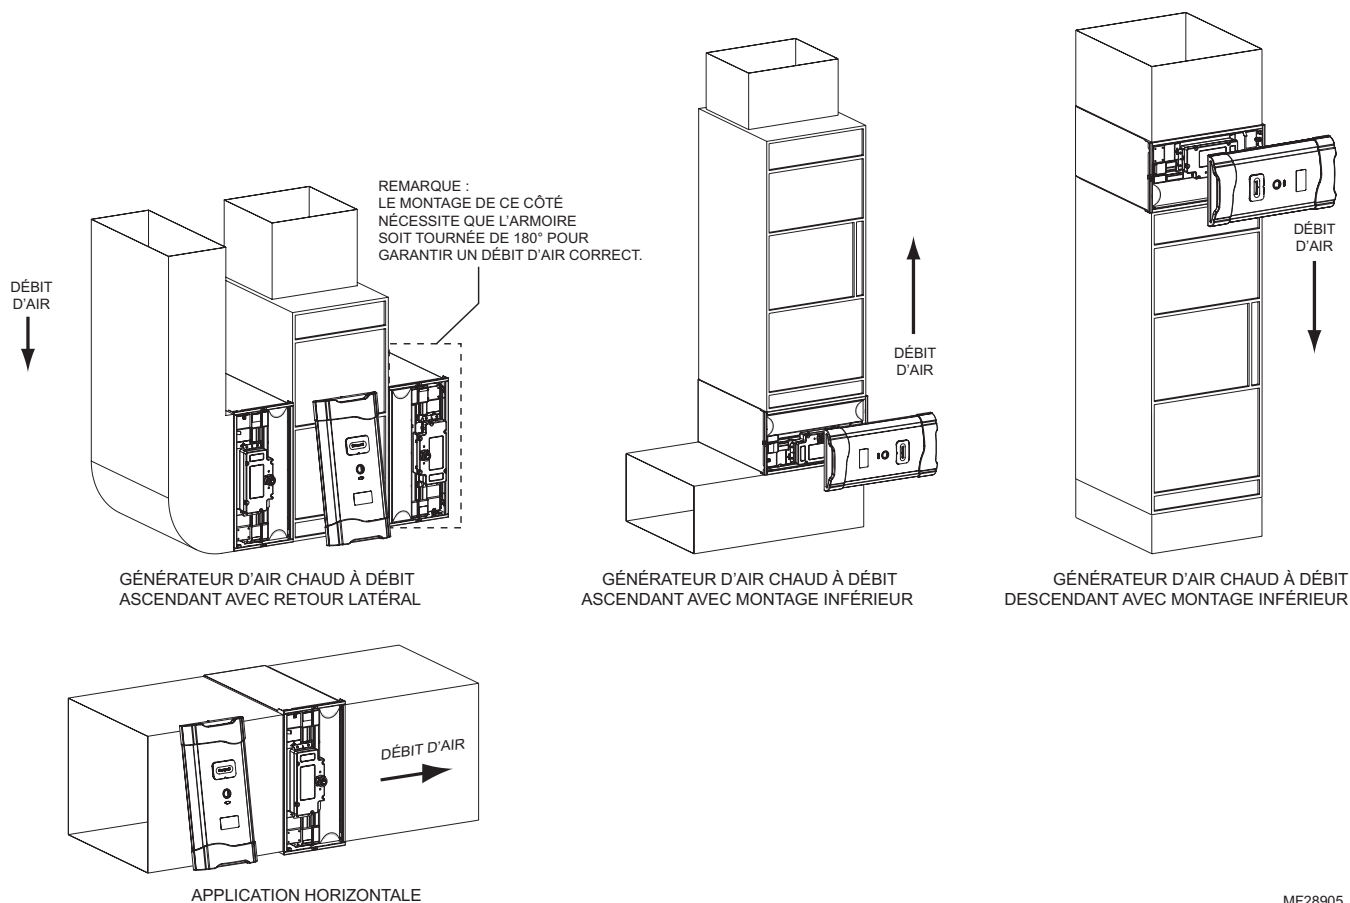
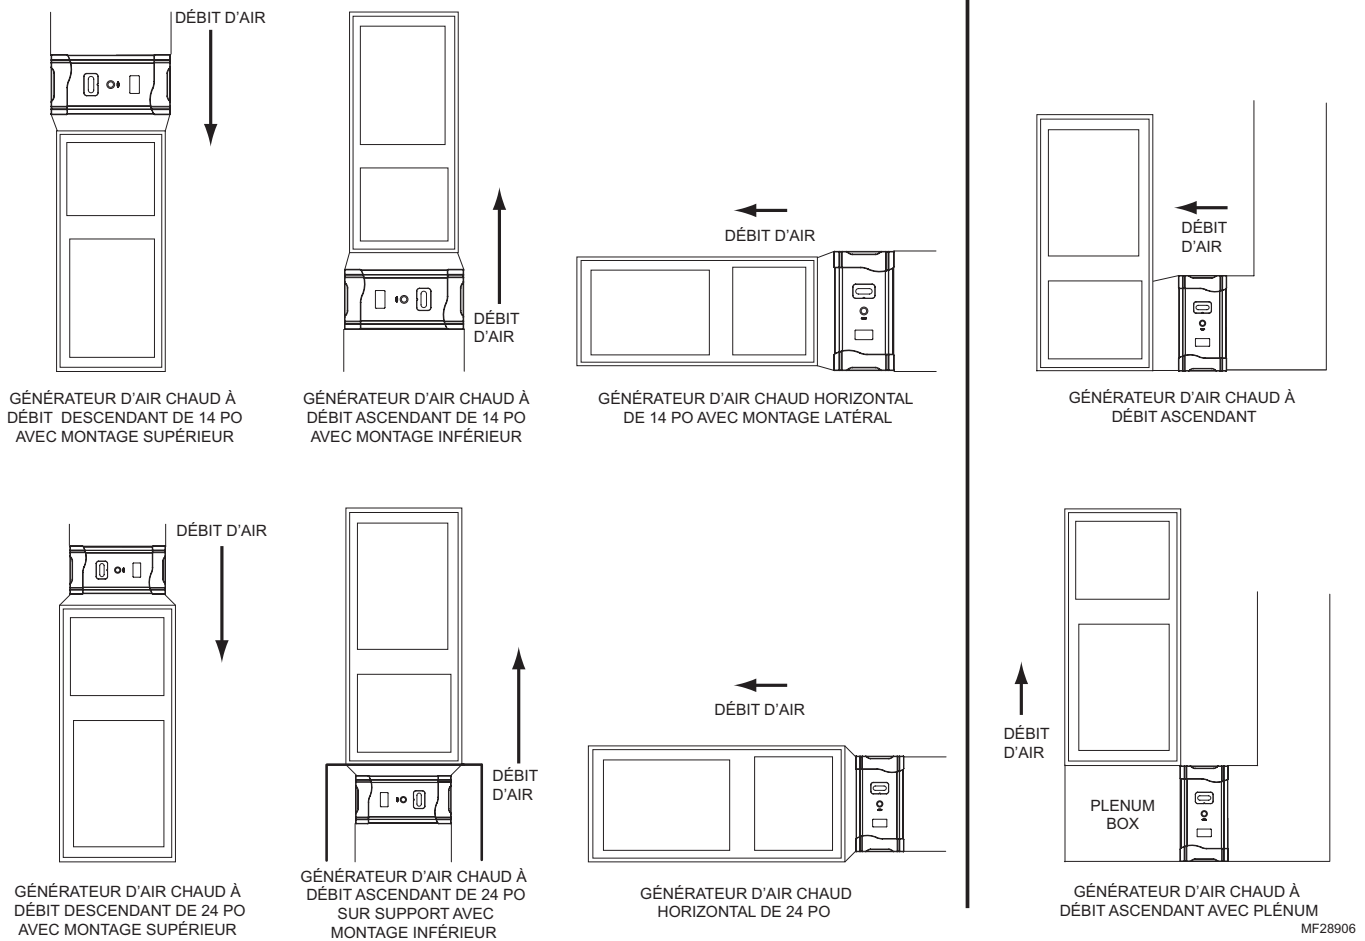
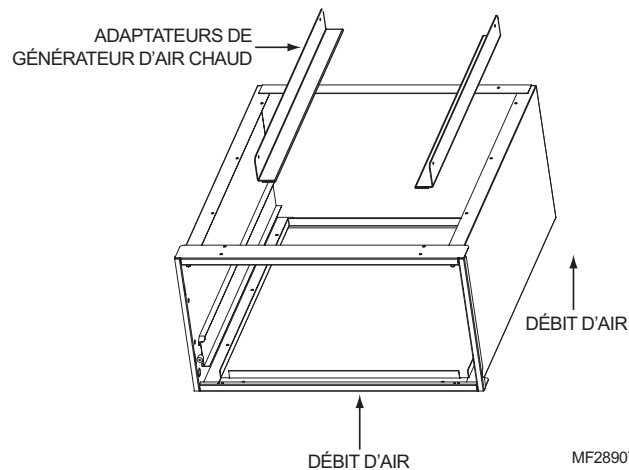
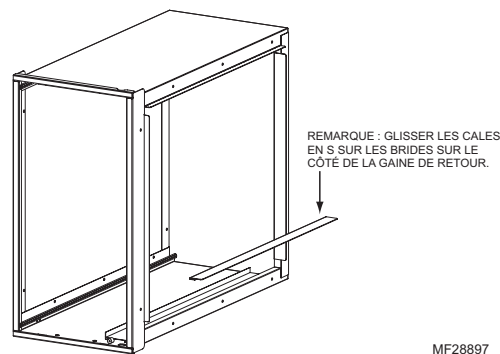

Fig. 7. Orientation de l'armoire pour les modèles FH8000F.
Fig. 8. Orientation de l'armoire pour les modèles FH8000F avec transition.
Fig. 9. Utilisation d'adaptateurs de générateur d'air chaud.
Fig. 10. Utilisation d'adaptateurs de gaine de retour.
- Identifier un emplacement de montage de l'épurateur d'air amélioré de Honeywell dans la gaine d'air de retour. Voir Fig. 7 et Fig. 8 page 11.
- d. Placer l'armoire entre le générateur d'air chaud et la gaine d'air de retour (voir Fig. 7 page 10, Fig. 8 page 11, Fig. 9 et Fig. 10 page 13). Une gaine de transition peut être requise.
- e. Des adaptateurs de générateur d'air chaud sont inclus pour la commodité de l'installateur. Ils sont conçus pour les installations à montage inférieur ou supérieur (voir Fig. 9).
- f. Des adaptateurs de gaine d'air de retour sont inclus pour la commodité de l'installateur. Ils doivent être utilisés pour connecter le côté débit ascendant de l'armoire de l'épurateur d'air amélioré de Honeywell à la gaine d'air de retour (voir Fig. 10).